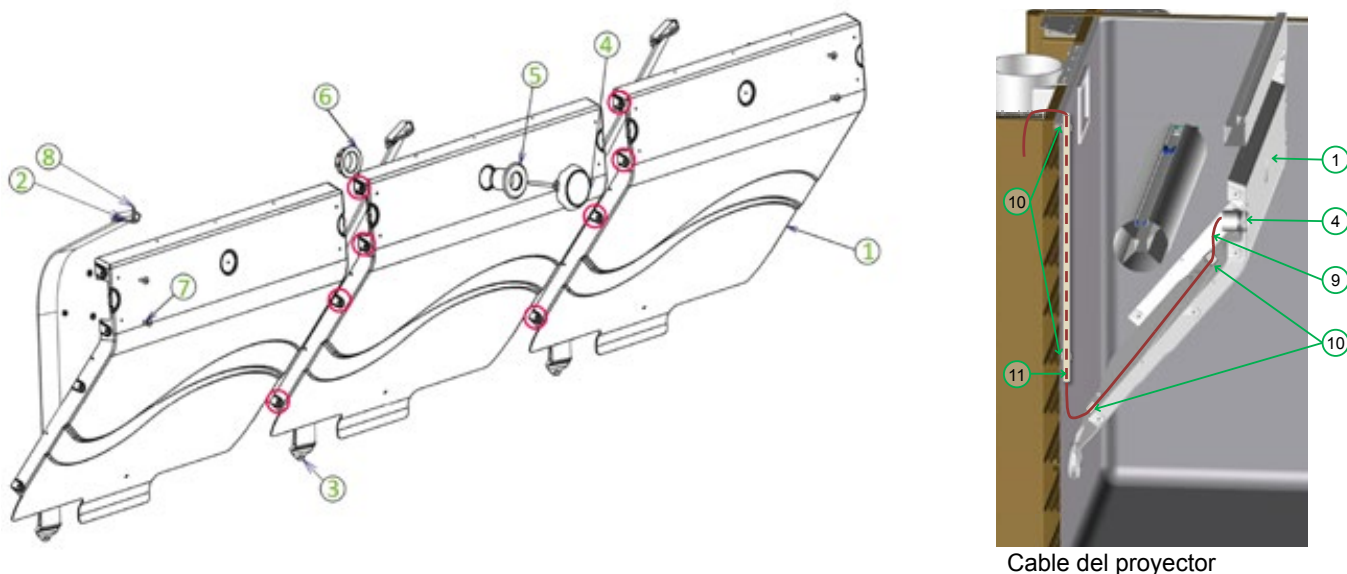

Figura 43 – Montaje de la pared de separación y del foco
Los pasos para montar la pared de separación y los focos se ilustran en la *Figura 43*. Los tornillos necesarios para este montaje están en la bolsa Y.
Ensamble los dos módulos (1) del pasamuros con cuatro tornillos hexagonales de acero inoxidable A4 8 x 20 y cuatro tuercas de 8 mm de diámetro, insertando una arandela de 8 mm de diámetro en cada lado de la pared, un total de ocho arandelas. Las ubicaciones de estos tornillos en las paredes están indicadas por cuatro círculos rojos en la *Figura 43*.